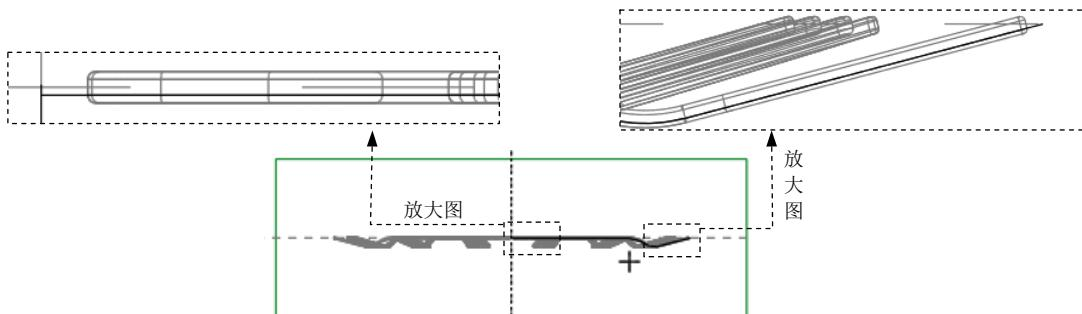

图 23.21 截面草图
(3) 绘制截面草图。绘制图 23.21 所示的截面草图（用“投影”方法绘制截面草图；草图线段不可重叠或开口，截面图形不封闭）。单击“草绘”操控板中的“确定”按钮 。
(4) 在操控板中选取深度类型 (即“定值”拉伸)，输入旋转角度值 360。
(5) 在“旋转”操控板中单击 按钮，完成特征的创建。